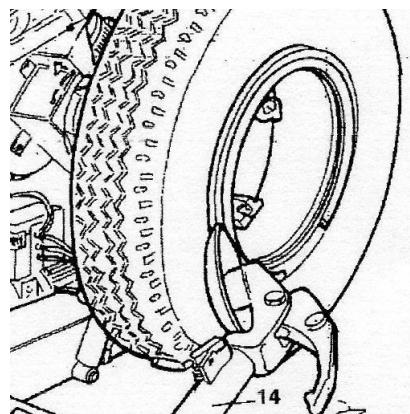

Рисунок 27
- Опустите рычаг устройства (поз. 14, Рисунок 27) в рабочее положение, пока он не защёлкнется в нужном положении.
- Переведите рычаг устройства отжима борта (поз. 14, Рисунок 27) от края обода обратно. Высвободите крюк-бортотгибатель и наклоните рычаг в нерабочее положение.